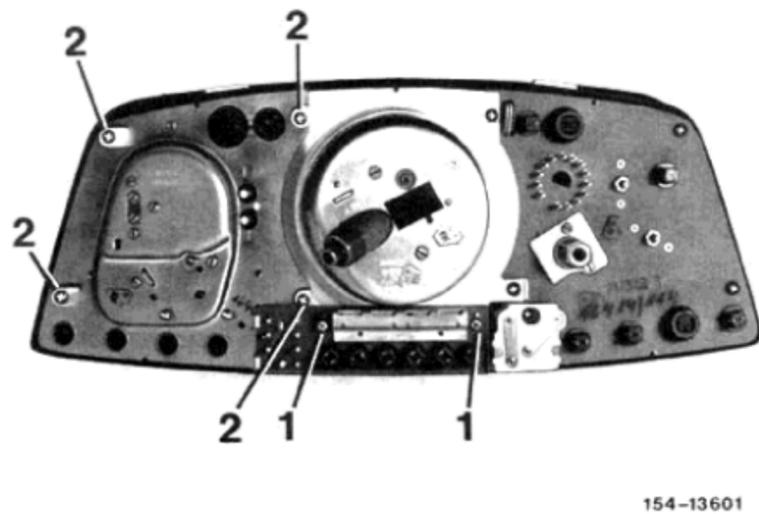

Bild 4
8 Drehzahlmesser-Zeituhr-Kombination mit den Schrauben (2) befestigen (Bild 4).
9 Ganganzeige wieder einbauen und mit den Schrauben (1) befestigen (Bild 4).